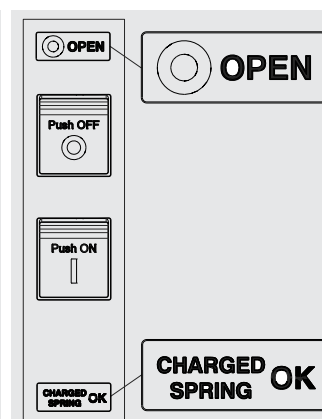

Рис. 30
2. Автоматический выключатель разомкнут, пружины механизма включения взведены (см. Рис. 30).